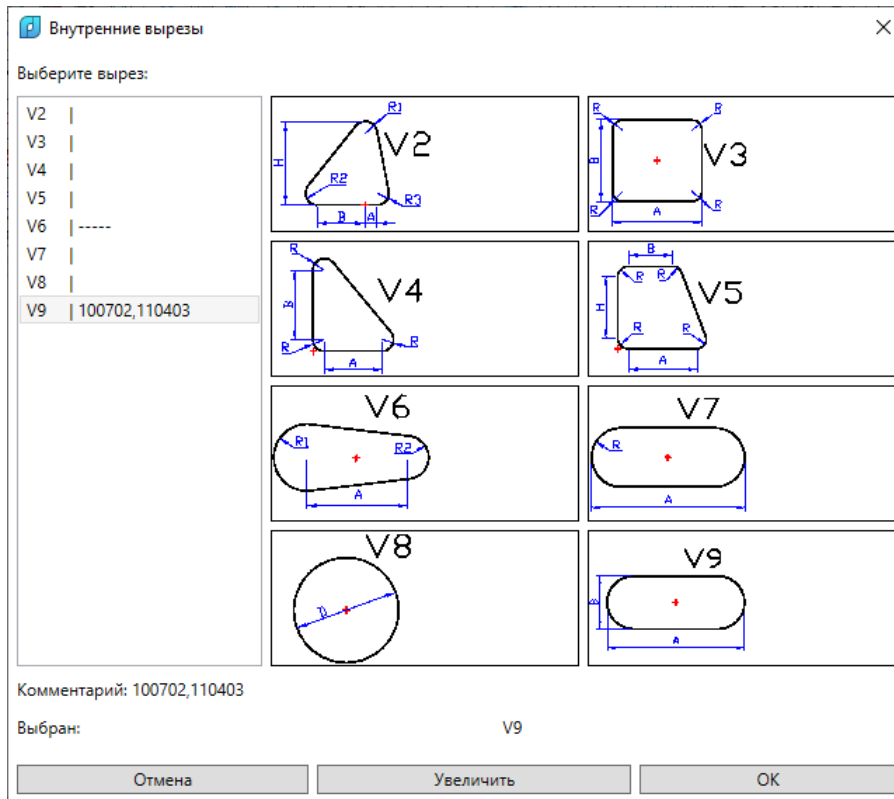

Рис. 49. Окно выбора типа выреза
По команде **ВЫРЕЗ > Внутренний > Табличный** на экран вызывается диалоговое окно типов табличных вырезов (рис. 49).
- **201309** - содержимое комментария, который отображается в области **Дополнительная информация** на рис. 51 и в поле **Комментарий** на рис. 49 (пробелы в комментарии не допускаются).
В дистрибутиве системы поставляются файлы-шаблоны для всех табличных внутренних вырезов, показанных на рис. 49 (от V2 до V9). Шаблоны имеют те же имена, что и файлы типоразмеров, но без расширения: TV2 (вырез V2), TV3 (вырез V3) и т.д. В первом расчете содержимое файла-шаблона копируется в одноименный файл, но с расширением завода (например, TV2.BST). В дальнейшем работа ведется только в файле с этим расширением, которое совпадает с кодом документации завода.